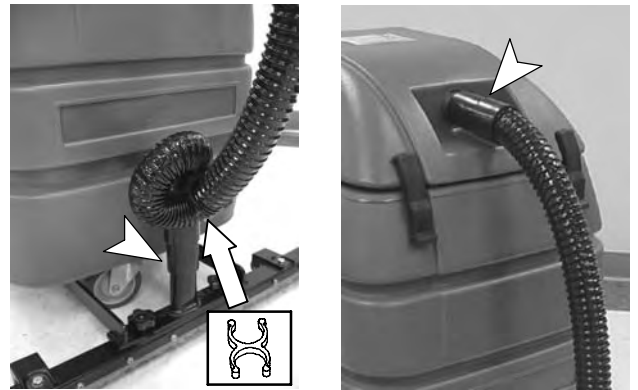

FIG. 6
11. Branchez le tuyau d'aspiration de 117 cm sur le bloc de racloir et sur le rebord du couvercle de la machine (Figure 6).